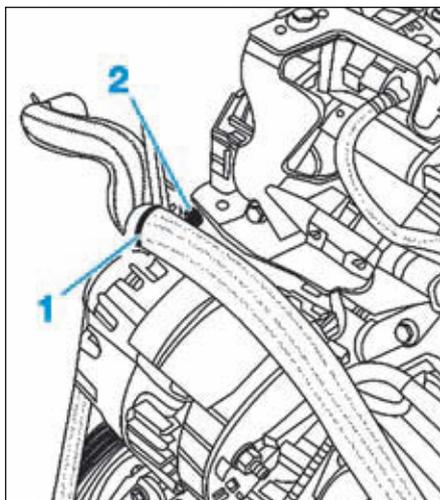

FIG.27
- Dégrafer la durite de refroidissement (1) de la protection d'alternateur (Fig.27).
- Déposer la vis (2) puis la protection de l'alternateur.